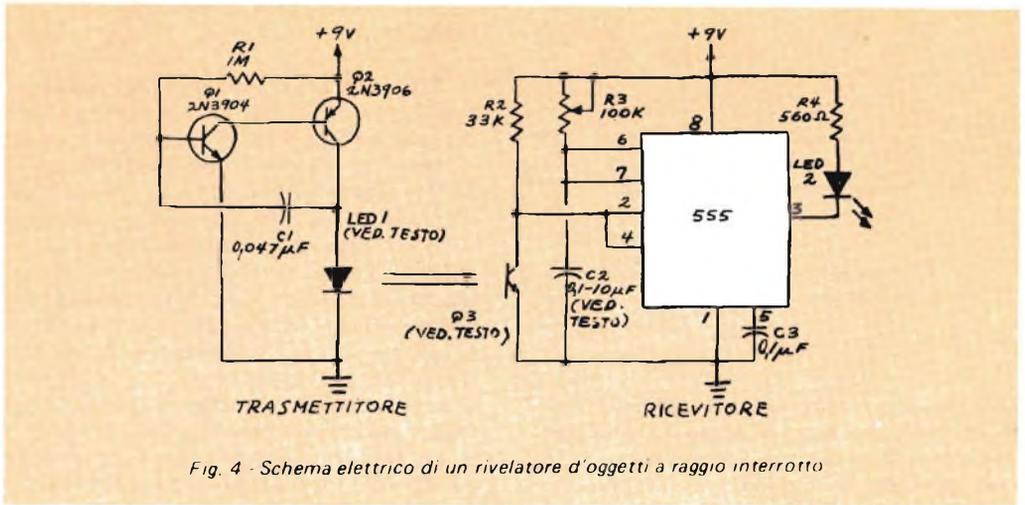
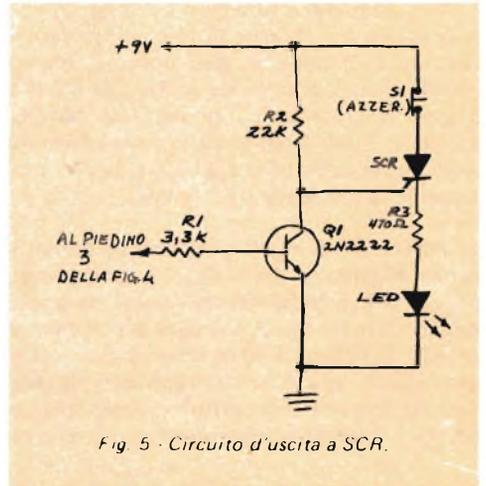

Fig. 4 - Schema elettrico di un rivelatore d'oggetti a raggio interrotto
Fig. 5 - Circuito d'uscita a SCR.
Fig. 5 - Schema funzionale del temporizzatore 558/559 (A); collegamento a monostabile (B); temporizzatore 558 collegato come oscillatore a frequenza variabile con rapporto alto/basso fisso (C); circuito di uscita a collettore aperto del 558 (D); circuito di uscita ad innesitore di tipo Darlington del 559 (E).
Nella fig. 5 sono mostrati uno schema funzionale ed alcune caratteristiche importanti di questi temporizzatori; l'uscita del 558 è del tipo a collettore aperto (fig. 5-D), mentre quella del 559 è realizzata mediante un circuito inseguitore di tensione del tipo Darlington (fig. 5-E). Per ogni altra caratteristica i due multivibratori monostabili sono identici fra loro.
prodotto RC dei valori dei componenti adibiti alla temporizzazione. E' possibile accoppiare tra loro due dispositivi facendoli lavorare come un oscillatore libero seguendo lo schema illustrato nella fig. 5-C. Il potenziometro collegato alla linea CV consente di regolare la durata dell'impulso di uscita e del rapporto alto/basso. La tensione applicata alla linea CV va da 0,5 V alla piena tensione di alimentazione Vc.c., meno 1 V.
**Rivelatore d'oggetti ad interruzione del raggio** - La fig. 4 mostra un sistema ad interruzione del raggio per la rivelazione di oggetti, semplice ma efficiente, composto da un LED eccitato ad impulsi e da un rivelatore d'impulso mancante. Gli impulsi provenienti dal LED vengono captati dal fototransistore Q3, che azzerà e riattiva il multivibratore prima che ciascun periodo di temporizzazione abbia termine. Se si interrompe il cammino ottico tra il LED trasmettitore (LED 1) e Q3, il LED del ricevitore (LED 2) si accende, per poi spegnersi nuovamente quando il collegamento ottico viene ristabilito.
La portata del sistema è determinata dalla sensibilità del ricevitore e dalla potenza ottica irradiata dal LED trasmettitore. Per ottenere i migliori risultati, si usi per Q3 un fototransistore del tipo Darlinghton e si adotti il circuito trasmettitore relativamente potente mostrato nella fig. 4; il diodo fotoemettitore LED 1 deve essere un dispositivo al GaAs:Si, come, ad esempio, i tipi OP-190 o OP-195 della Optron oppure il tipo 1N6264 della General Electric. E' importante inoltre evitare che su Q3 cada un'eccessiva quantità di luce ambiente (una leggera illuminazione continua fornisce una polarizzazione e aumenta la sensibilità di Q3).
intervallo di temporizzazione. In alcune applicazioni, quali i sistemi antifurto, è necessario bloccare l'uscita allo stato inferiore non appena sia stato rivelato anche un solo impulso mancante. La fig. 5 mostra un metodo per ottenere questa funzione di memorizzazione con l'aiuto di uno SCR. Questo semplice circuito è progettato in modo da poter essere collegato direttamente al piedino 3 del 555 nel circuito della fig. 4.
A questo circuito può essere facilmente aggiunto quello di tenuta a SCR mostrato nella fig. 5; è inoltre interessante fare esperimenti variando il valore di R4 e C2 nel ricevitore per provare l'effetto di diverse costanti di tempo. Se, ad esempio, il periodo di temporizzazione del ricevitore è 100 ms più lungo del periodo tra gli impulsi che arrivano dal LED, l'interruttore a fessura ignorerà ogni interruzione che duri meno di 100 ms.